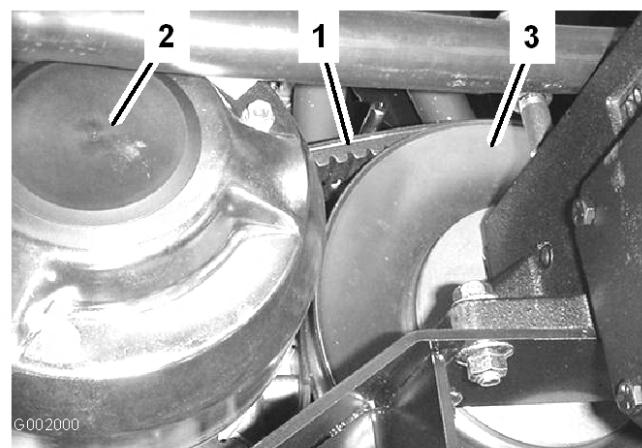

Figura 62
1. Girate la cinghia e fatela passare sulla frizione secondaria (Figura 62).